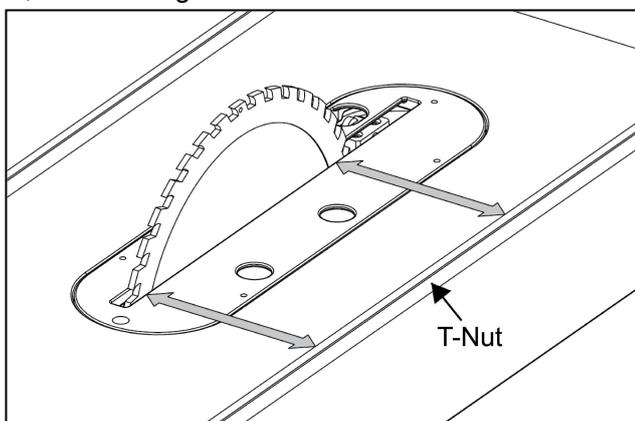

Abb.16
1. Der T-Nut des Tisches muss parallel zum Blatt ausgerichtet sein. Messen Sie mit einem Kombinationswinkel den Abstand von der hinteren Kante der Klinge zur T-Nut des Tisches. Schwenken Sie die Klinge um 180° nach vorne und messen Sie den Abstand erneut mit dem genau gleichen Punkt auf der Klinge. Der Unterschied zwischen beiden Messungen darf nicht mehr als 0,2 mm betragen. Siehe **Abb.16** für Referenz.